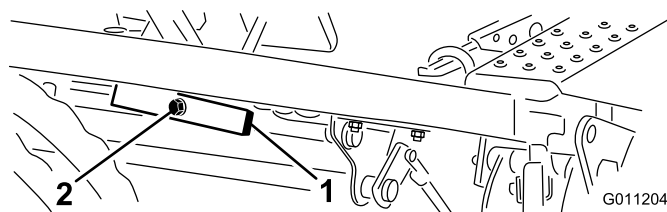

図 43
1. 昇降ピボット裏のナットをゆるめる（図 43）。
2. 偏芯ネジ（図 43）を回してピボット・スプリングを上下させて調整する。